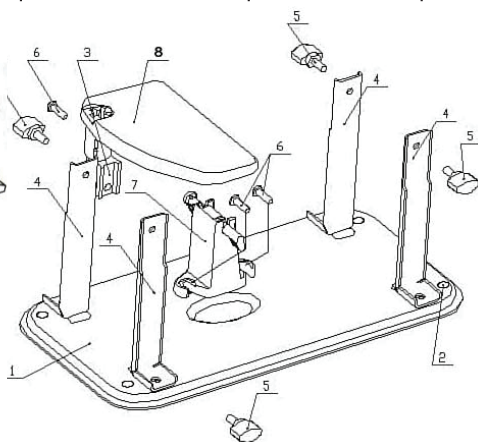
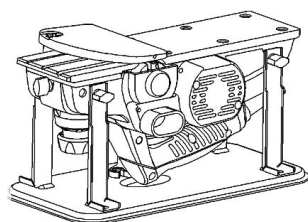

рис. 2
рис. 3
3.2 Внешний вид стационарной конструкции представлен на рис. 2
3.3 Внешний вид рубанка в стационарном исполнении представлен на рис. 3
Рисунок 2: 1 - Основание; 2 - Отверстия для крепления; 3 - Кронштейн крепления защитного кожуха; 4 - Стойки; 5 - Болт-барашек; 6 - Винт; 7 - Седло; 8 - Защитный кожух.
6.3.1 Снятие ножей рис. 2
6.4 Приспособление для стационарной установки (рис. 2, 3).
- Установить приспособление основанием 1 (рис. 2) на верстаке/ рабочем столе и закрепить через четыре отверстия 2 (рис. 2);
- Установить рубанок в перевёрнутом положении на стойки 4 (рис. 2) и седло 7 (рис. 2), соблюдая ориентацию, как показано на рис. 3. При этом вершина рукоятки рубанка должна разместиться в гнезде основания приспособления;
- Вставить два винта 5 (рис. 2) в отверстия стоек 4 (рис. 2), завернуть до упора в соответствующие отверстия на корпусе рубанка;
- Вставить винты 6 (рис. 2) в отверстия седла 7 (рис. 2) заверните их и затяните;
- Установите защитный кожух 8 (рис. 2) в гнездо на стойке приспособления, зафиксируйте винтом 5 (рис. 2).
Проверьте надёжность крепления, свободного перемещения и чёткость срабатывания защитного кожуха 8 (рис. 2).